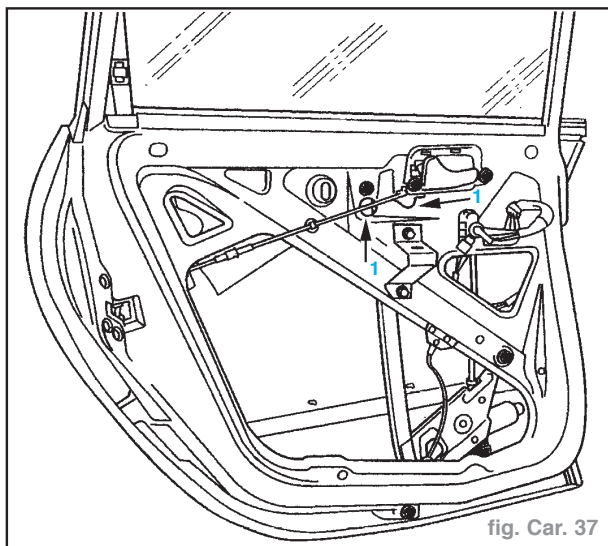

fig. Car. 37
- Bloquer les vis (1) (fig. Car. 37).